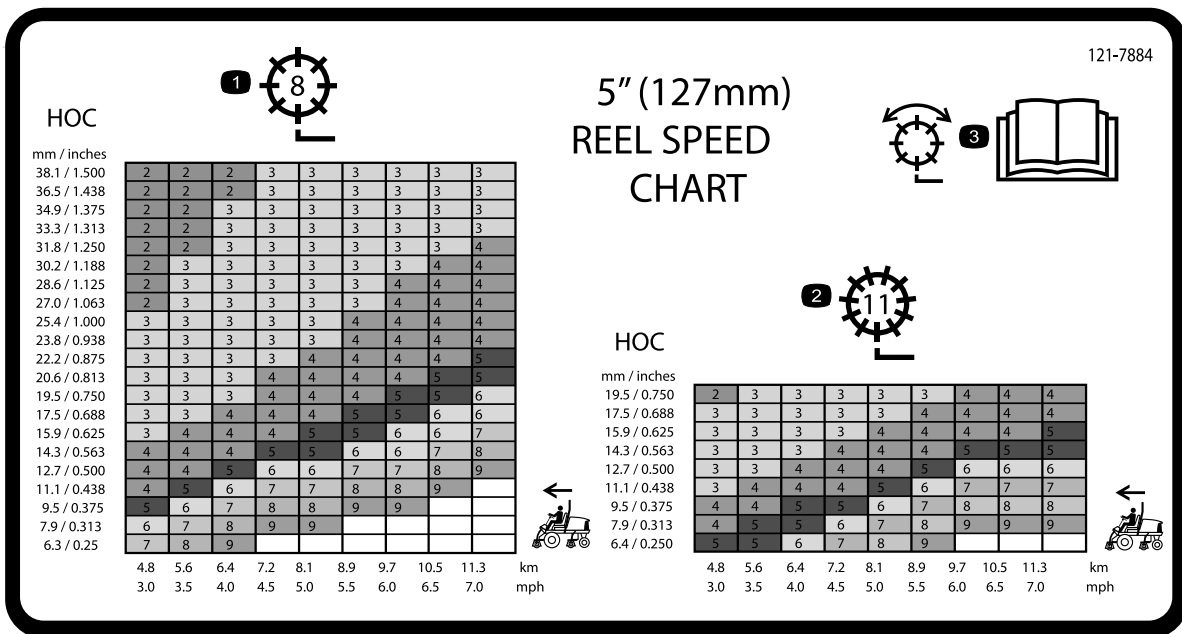
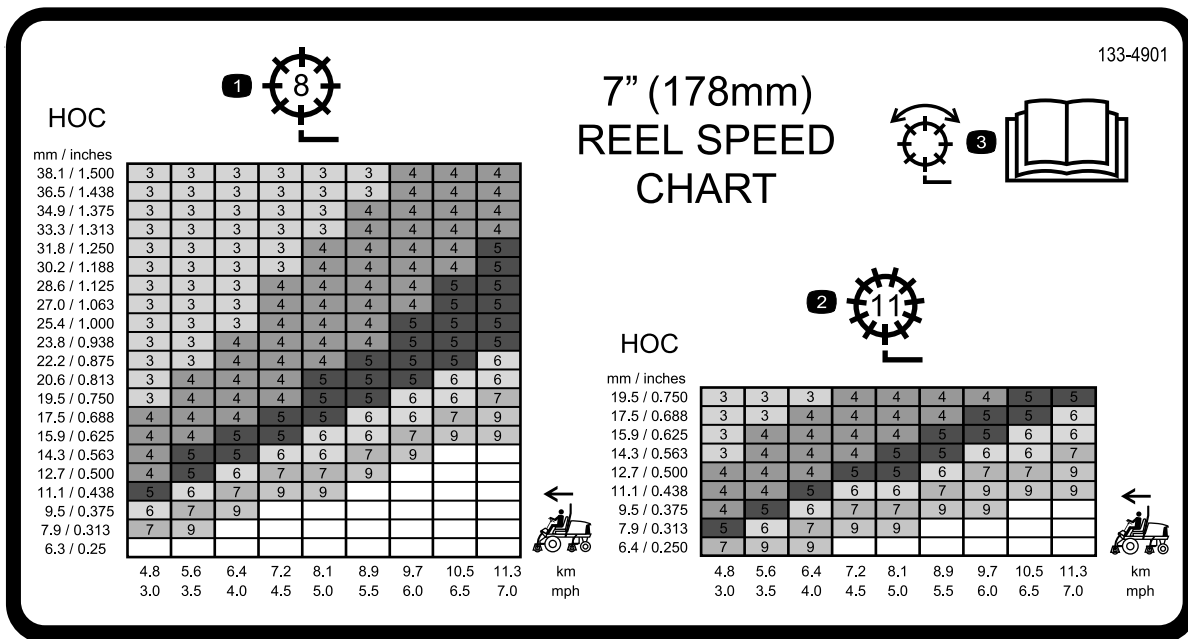

Figura 40
Figura 41
3. Consulte el gráfico de la pegatina que contiene la tabla de velocidades de los molinetes (Figura 40 y Figura 41) para determinar el ajuste correcto de los molinetes.